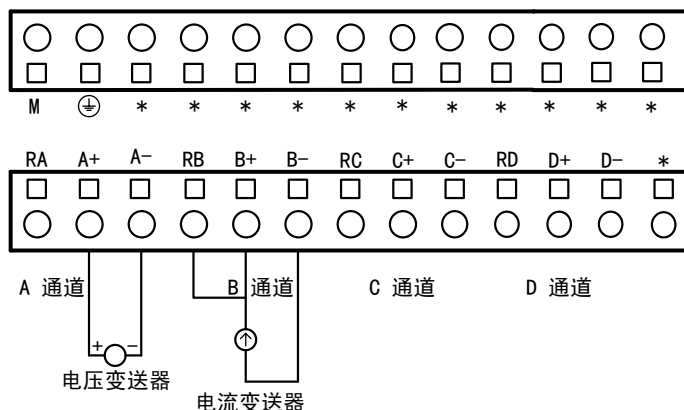

图3.2.1 LM3310端子定义与接线图
4通道模拟量输入模块LM3310的接线端子定义及典型现场接线如图3.2.1所示。
- 下排端子为信号输入通道, 输入信号可以是电压信号也可以是电流信号。如图3.2.1所示, 输入为电压信号时, A+接电压变送器的正端, A-接电压变送器的负端。输入为电流信号时, 将RA与A+短接后接入电流变送器的正端, A-接电流变送器的负端;